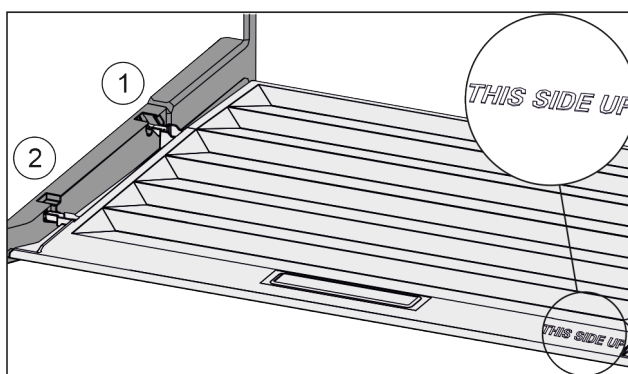

Fig. 162
- Dekselranden via de opening van de achterste houder Fig. 162 (1) aanbrengen en van voren in de houder Fig. 162 (2) klikken.